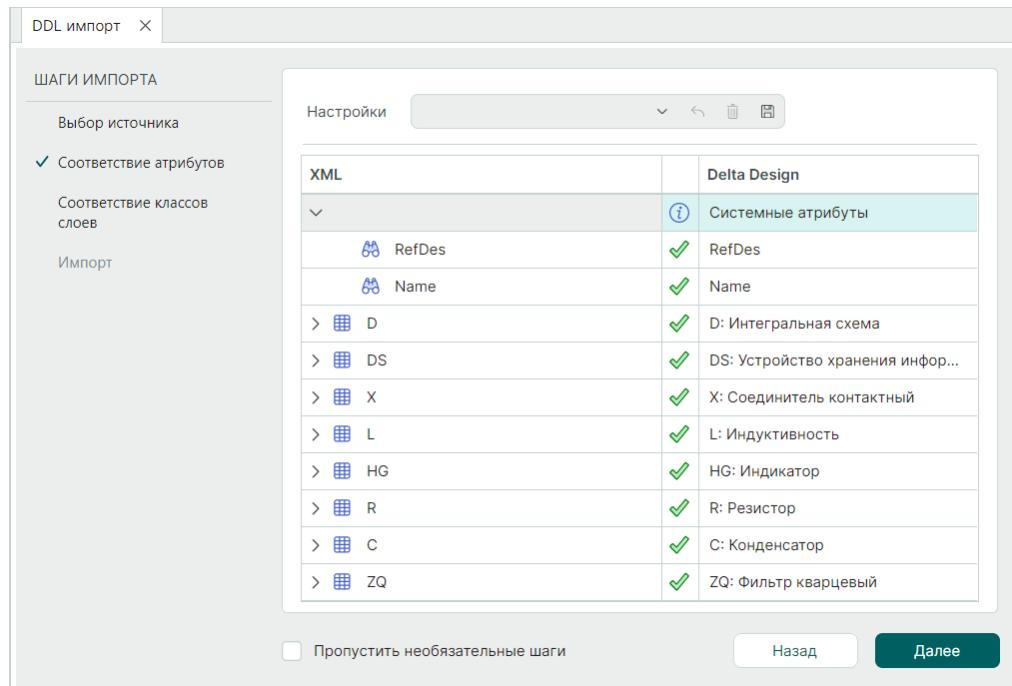

Рис. 23 Таблица соотвествия атрибутов при импорте
5. При необходимости укажите соответствие семейств и атрибутов, см. Рис. 23.